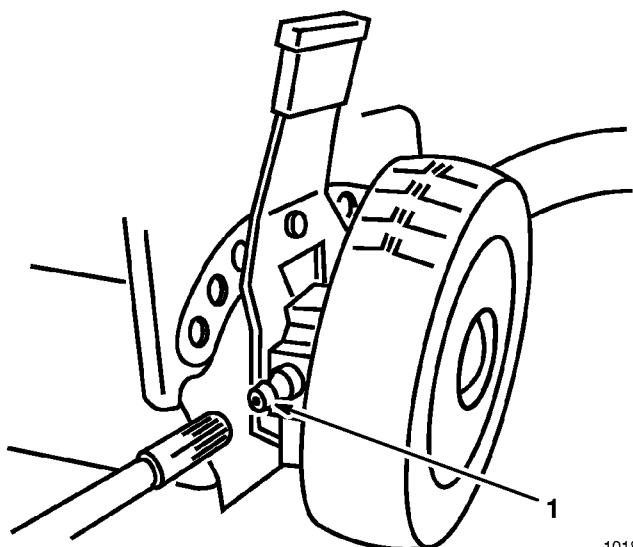

Figure 32
1. Essuyer les graisseurs des réglages de hauteur de coupe arrière (Fig. 32) avec un chiffon propre.